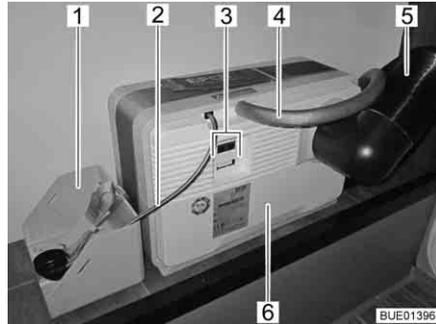
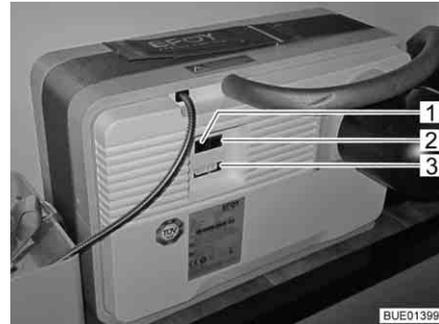
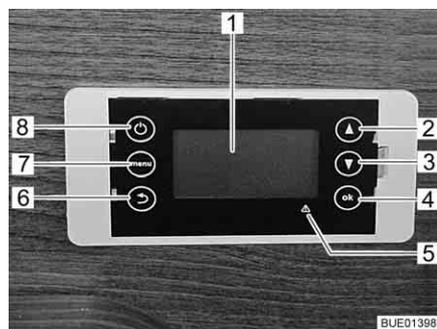

Fig. 155 Pila de combustión con cartucho de metanol
Fig. 156 Campo de conexiones de la pila de combustión
Fig. 157 Unidad de mando de la pila de combustión
La pila de combustión se compone de varios componentes que están instalados en el compartimento de almacenamiento trasero (Fig. 155), así como de una unidad de mando (Fig. 157) en el habitáculo.
En la pila de combustión (Fig. 155,6) se encuentran:
- la conexión para la manguera de aire de escape (Fig. 155,4) o la abertura de llenado para el Service Fluid (fluido de servicio)
- el tubo de calor de escape (Fig. 155,5)
- las conexiones eléctricas (Fig. 155,3) con interfaz de datos (Fig. 156,2), conexión del aparato (Fig. 156,3) y conexión para el panel de mando (Fig. 156,1)
A la pila de combustión pertenece un cartucho de metanol que está conectado a la pila de combustión (Fig. 155,6) a través de la conexión para el reabastecimiento (Fig. 155,2).
El cartucho de metanol está amarrado en el portador de cartucho de metanol (Fig. 155,1).
La pila de combustión automáticamente carga las baterías del habitáculo cuando la tensión de las baterías del habitáculo baja abajo de 12,3 V y la pila de combustión está conectada por medio de la tecla On/Off (Fig. 157,8).
El display (Fig. 157,1) de la unidad de mando es de cuatro líneas.
Con la tecla de menú (Fig. 157,7) se podrá llamar el menú principal:
En caso de averías, se encenderá la visualización de avería (Fig. 157,5) y en el display aparecerá un mensaje. El mensaje consiste de un código de error e indicaciones para la eliminación de la avería.